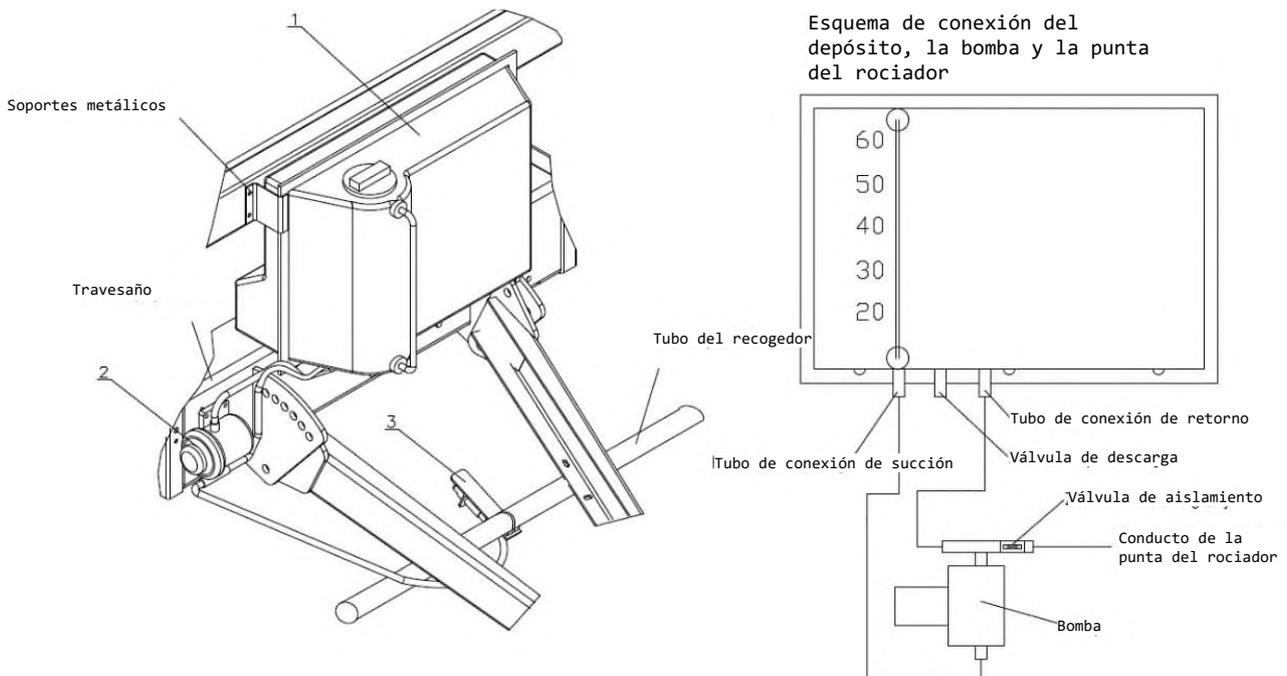

Figura 18. Aplicador de ensilaje
El aplicador se encuentra en el lugar indicado en la figura 18. Si compra el aplicador en una fecha posterior, es posible instalarlo por su propia cuenta (pero compruebe la integridad de la compra), en el servicio autorizado del vendedor o del fabricante.
Comience la instalación de la unidad de aplicación montando la bomba (2) en el montante en la posición mostrada en el esquema (Figura 18).